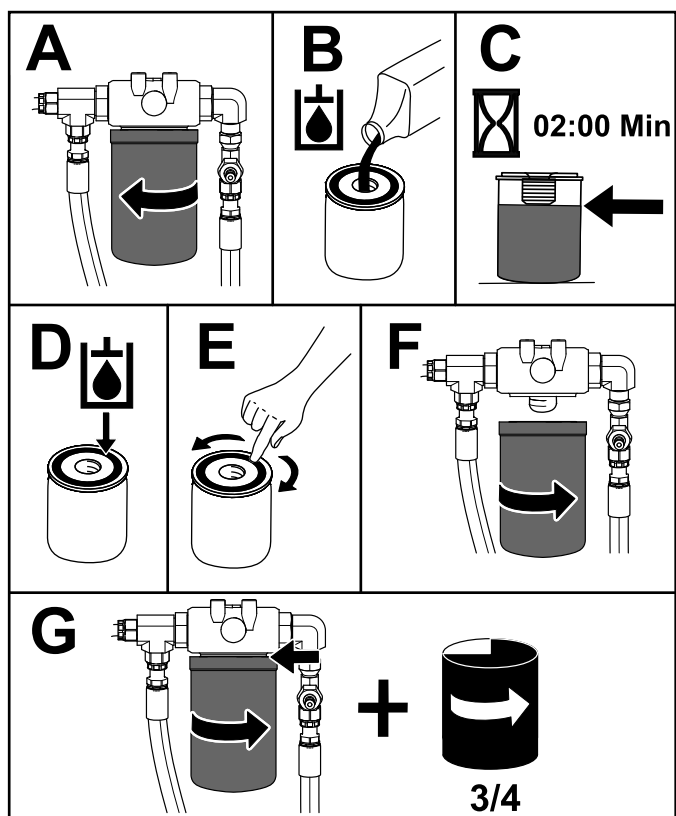

Figure 76
9. Placez un bac de vidange sous le filtre arrière et remplacez le filtre (Figure 76).